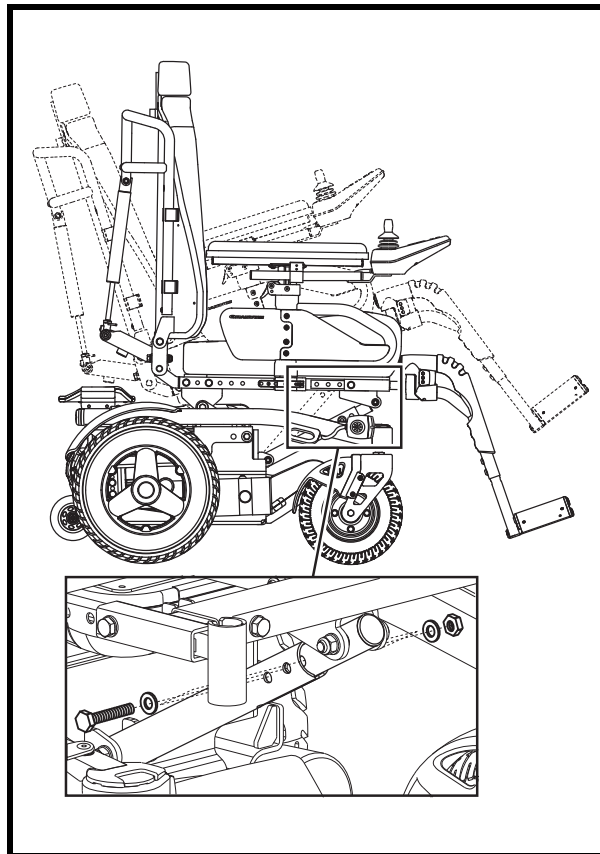

Figura 12. Regolazione angolazione del sedile (basculamento)
2. Estrarre il bullone di regolazione dell'angolazione del sedile. Vedere figura 12.